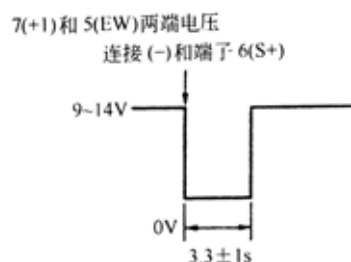

图 9-134
(5)把蓄电池负极(-)与连接器 6 号端子(+S)连接。使间歇刮水继电器工作，测量 7 号端子(+1)与 5 号端子(EW)之间的电压。测试标准如图 9-134 所示。如果不符合规定，则更换开关。